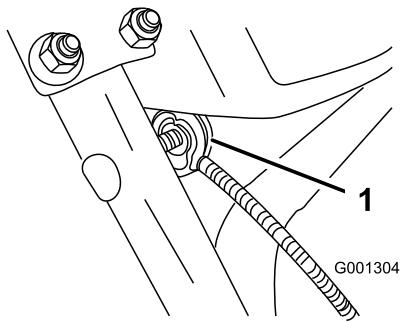

Figura 7
3. Rimuovete il dado e la rondella dalla stegola, collegate il serrafile sul cavo alla stegola, montate la rondella e il dado e serrate il dado manualmente (Figura 7).